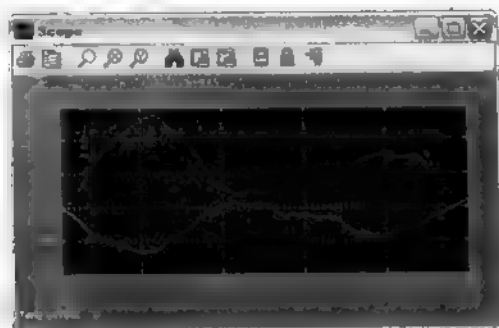

图 11.19 仿真结果
- (2) 运行模型。
- (3) 运行结果如图 11.19 所示。